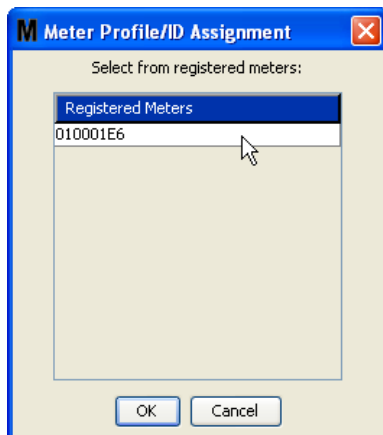

FIG. 88
- **Botón VINCULAR/DESVINCULAR:** Cuando todos los parámetros de la pantalla Perfil del medidor se hayan completado, haga clic en el botón Vincular para mostrar la pantalla Perfil de medidor/Asignación de ID que se representa en la FIG. 88. De la lista de Medidores registrados, seleccione un medidor con el que asociar el perfil a la lista. Haga clic en Aceptar para cerrar la pantalla y guardar los cambios.